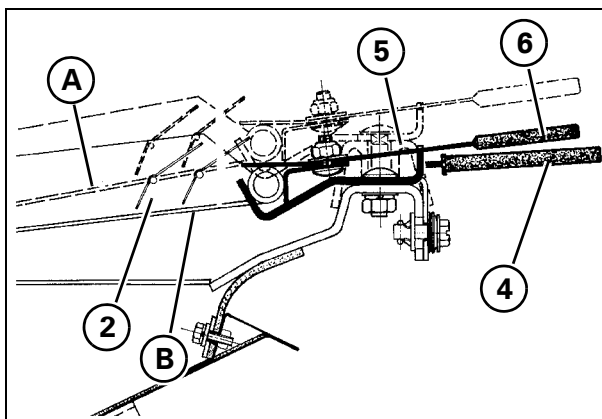

Рис. 71
При обработке очень легких культур наклон удлинения следует корректировать в соответствии с ситом (А: высокое положение - В: стандартное положение). Для изменения наклона удлинения следует поместить соответствующую прокладку (5) между задней балкой и удлинением, как показано на Рис. 71.